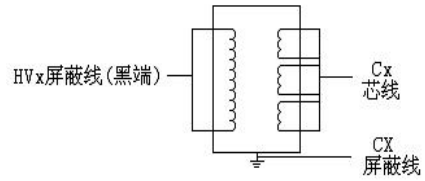

图9 CT接法
- A. 接线见图 9
(2) 一次侧对末屏（电容式，有末屏）
- A. 接线参考见图 9 Cx 芯线接末屏